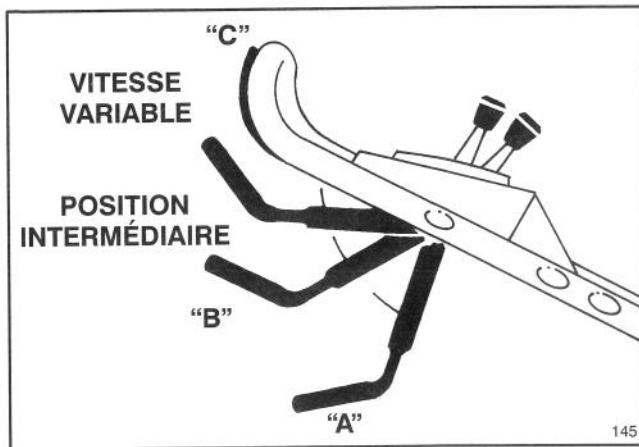

Figure 7
Remarque : ne pas changer de vitesse lorsque la barre de commande est pressée contre le guidon en position <<C>> (traction) (Fig. 7), ce qui risquerait de causer une surchauffe de la transmission. Mettre la barre de commande en position moyenne (Fig. 7) pour changer de vitesse d'avance au sol.
6. FONCTIONNEMENT DE LA LAME ET UTILISATION EN TRACTION (Fig. 7)—Positionnez la barre commande en "A" et levez-la pour engager la lame "B". Placez le contrôle de vitesse au sol au réglage désiré et comprimez la barre de commande contre le mancheron "C" pour entraîner. Pour désembrayer la direction de traction, mais garder la lame engagée, relâchez graduellement la barre de commande jusqu'en position intermédiaire. Pour obtenir l'auto-propulsion sans engager la lame, cessez l'exercer la pression vers le bas nécessaire à l'embrayage de la lame et pressez la barre de commande contre le mancheron.
7. ARRÊT (Fig. 7) – Relâchez la barre de commande pour arrêter l'entraînement de traction et la lame.